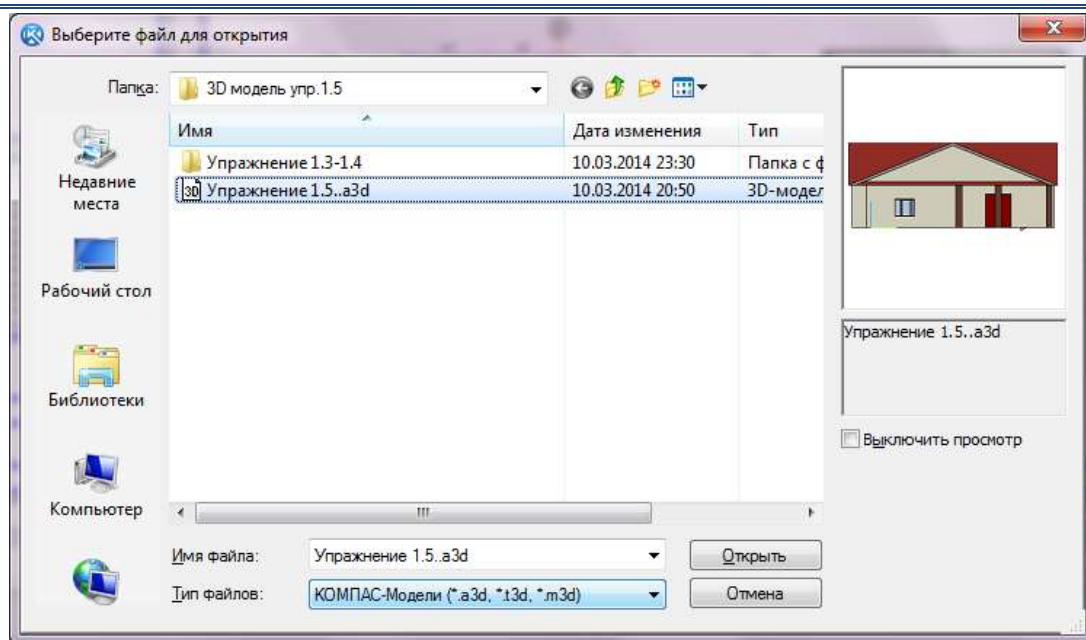

Рисунок 3.1.3. Окно диалога выбора модели
3. На экране появится диалог, в котором следует выбрать необходимую модель (Рис. 3.1.3).